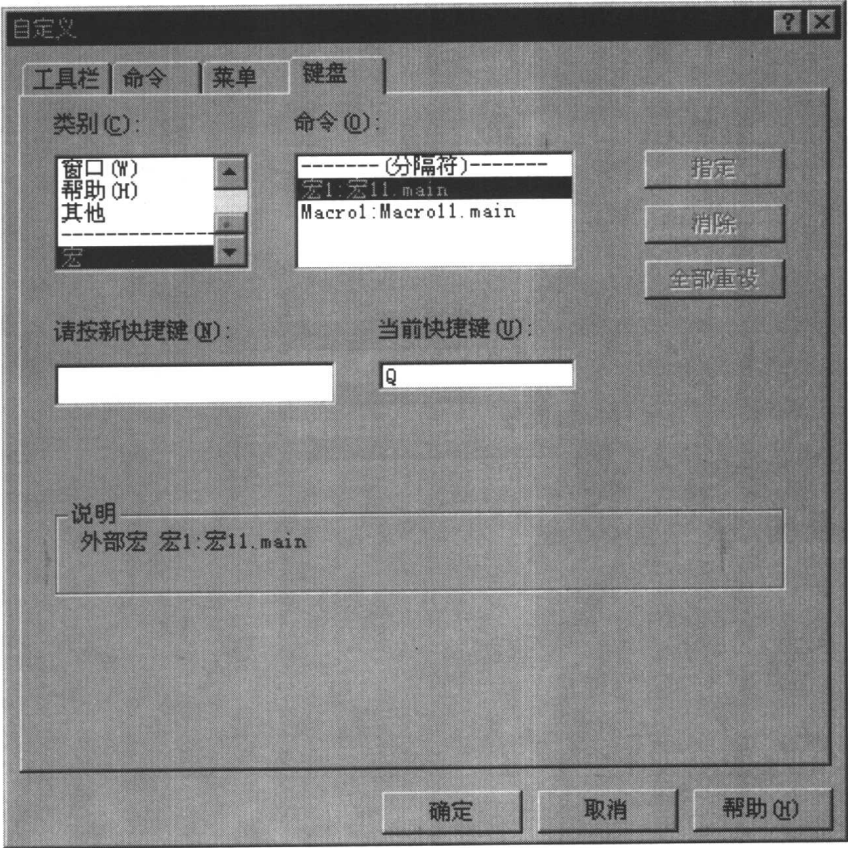

图 1.5 将宏指定给热键
(1) 当文件打开时，单击“工具”→“自定义”命令，然后单击“键盘”标签，如图 1.5 所示。